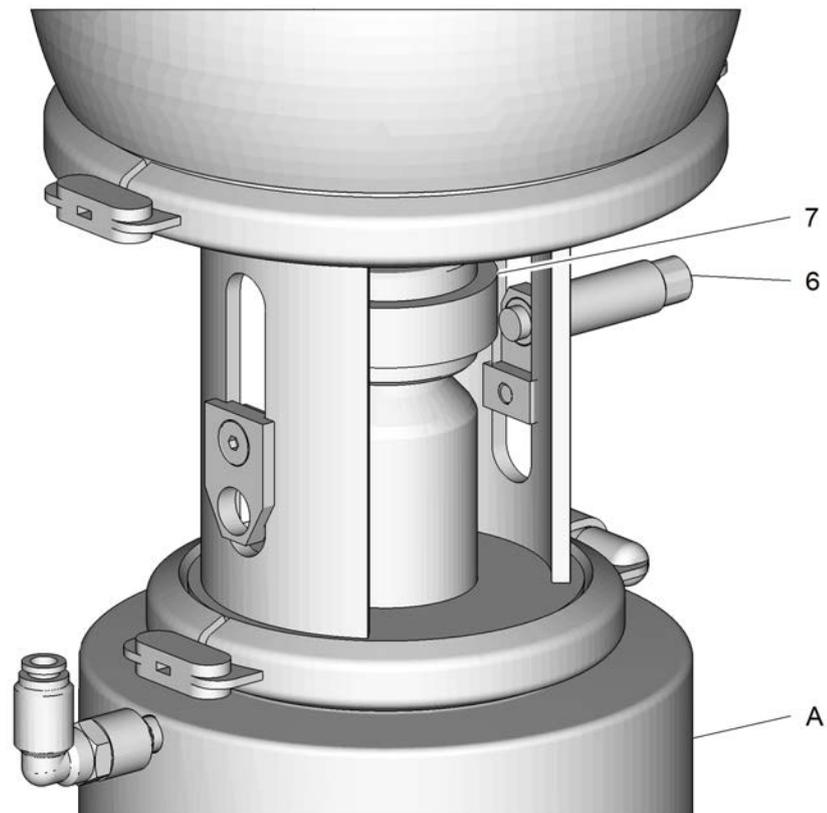

Abb.63
2. Positionieren Sie den Näherungsschalterhalter durch leichtes Lösen der Senkschraube in der Aussparung in der Laterne so, dass die Spitze des Einstelldorns (6) in Richtung des Antriebes (A) auf der Schulter des Leckageanzeigers (7) aufliegt, siehe Abbildung 63.
3. Befestigen Sie den Näherungsschalterhalter mit der Senkschraube (3).